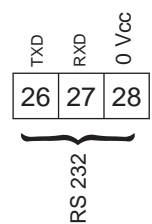

Fig. 23
26. - 27. - 28. **Liaison PC:** ces sorties permettent la liaison avec un PC qui peut éventuellement gérer plusieurs portes à partir d'une seule unité centrale (fig. 23).